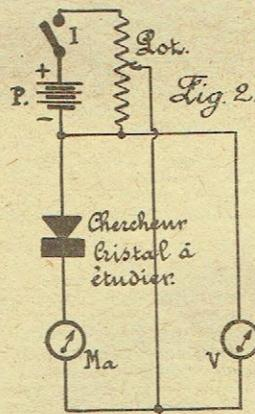

Fig. 2.
Ce coude, comme nous l'avons montré dans les figures 2 et 4 de l'article ci-dessus cité, ne se trouve pas, obligatoirement, pour un cristal donné, au zéro (recoupement des axes et du graphique), ce qui entraîne en pratique pour détecter, pour certains contacts, l'intervention d'une force électromotrice auxiliaire dont le rôle est de porter la pointe du chercheur à un potentiel correspondant au coude caractéristique du cristal.
Cette dernière courbe se trace expérimentalement en réalisant le schéma de la figure 2, le même qui inspira si heureusement Lossev, aux travaux duquel nous devons l'admirable découverte du cristadyne (1).